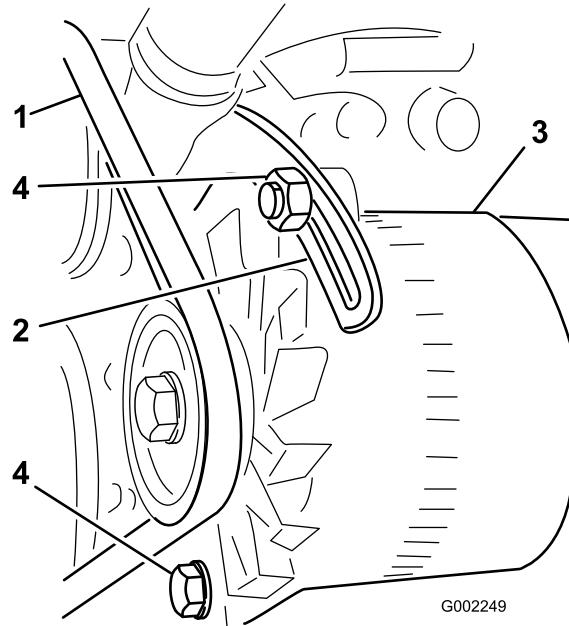

Figura 140
3. Afloje el perno del punto de pivot del alternador; afloje el perno que fija el alternador al tirante ranurado (Figura 140).